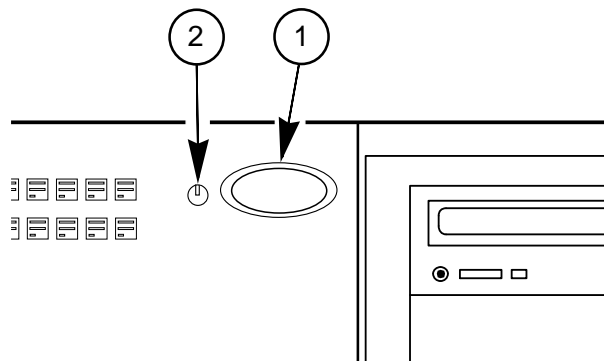

Abb. 2-3. Server Netzstromschalter und LED
6. Wenn der Server nach Einstecken in die Steckdose nicht einschaltet, die Systemnetzstrom-Ein/Aus-Drucktaste (**Abb. 2-3**) auf dem Bedienfeld drücken.